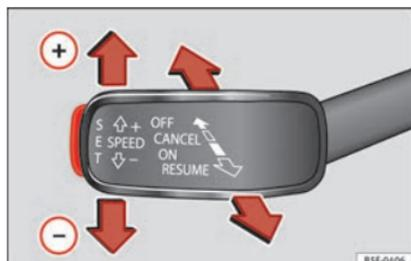

Fig. 49 Vedere ubicazione a pag. 9-10
- Collegamento del GRA: posizionare la terza leva su **ON** »» fig. 49. Il sistema si accende ma
- Attivazione del GRA: premere il tasto **SET** »» fig. 49. Memorizza e regola la velocità attuale.
- Disattivazione temporanea del GRA: muovere la leva fino a **CANCEL** »» fig. 49 e rilasciarla o schiacciare il freno. La regolazione si scollega temporaneamente.
- Collegare nuovamente il GRA: muovere la leva fino a **RESUME** »» fig. 49 e rilasciarla. La velocità memorizzata verrà conservata e regolata nuovamente.
- Disattivazione del GRA: portare la terza leva nella posizione »» fig. 49 a **OFF**. Il sistema si disattiva e la velocità memorizzata si cancella.